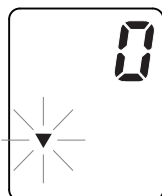

Рис. 3-3
- Прибор напомнит вам: «Внимание – начинается измерение – пожалуйста, расслабьтесь, не двигайтесь и не разговаривайте». После этого прибор начинает искать нулевое давление. См. рис. 3-3.